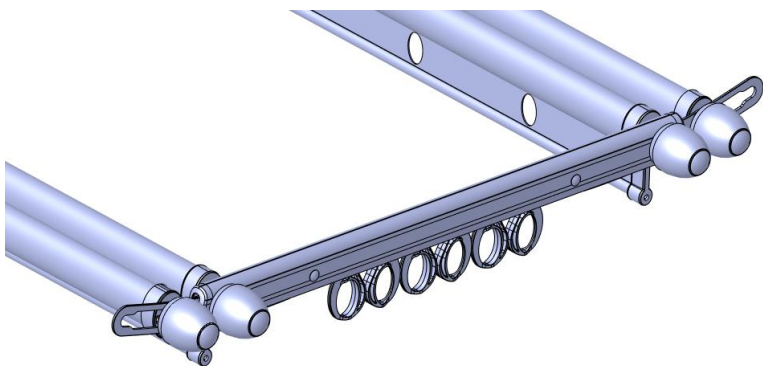

图 11
d. 将被杆螺杆封盖穿过挂环的滑槽，与被杆封口内部的螺杆锁紧件固定即可。如图 11 所示效果